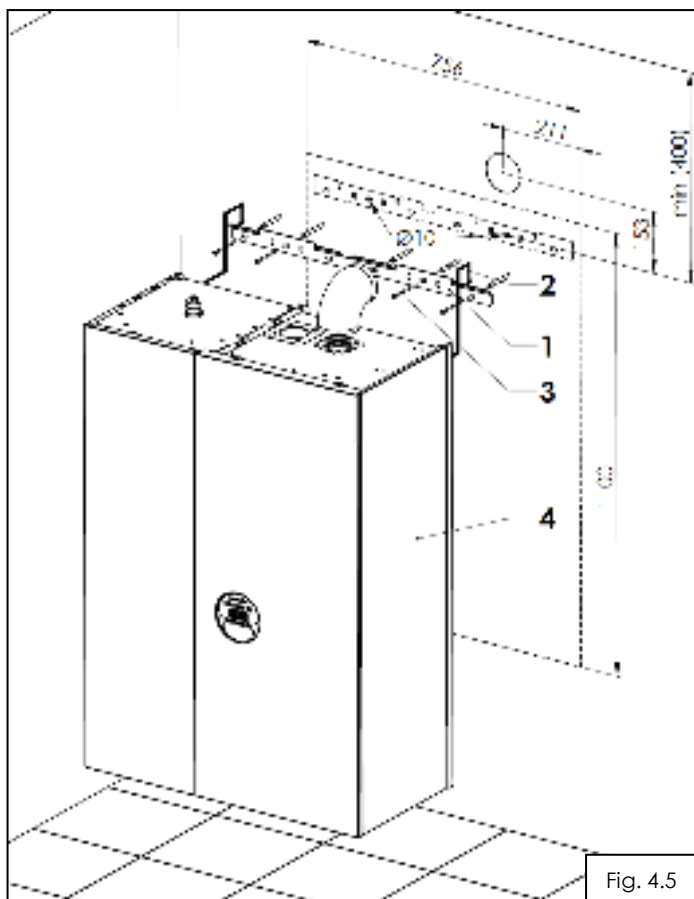

Fig. 4.5
- executati prin gaurire doua orificii pentru fixarea suportului centrala (1);
- montati suportul centrala (1) cu diblurile si suruburile furnizate (2, 3) pe perete (fig.4.5);
- suspendati centrala (4) pe suportul centrala.